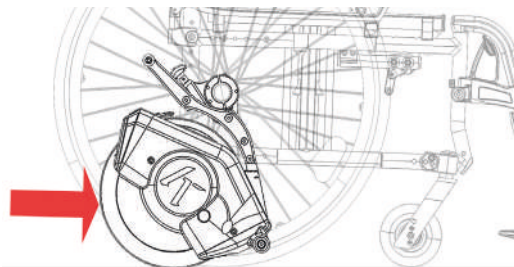

Figura 29
- Posizionare il TWIST R frontalmente all'aggancio. Il perno superiore si dovrà trovare appoggiato nell'imboccatura del gancio posto sulla carrozzina (Figura 29).